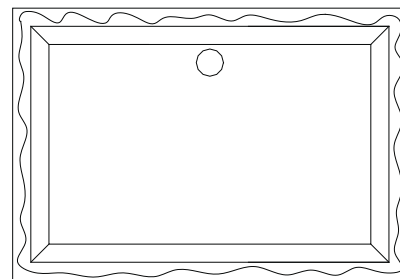

Figure 4
- Enduire de scellant à la silicone le rebord plat du lavabo. (Figure 4)